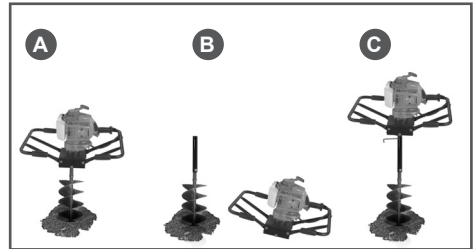

Рис. 6 Установка удлинителя
1. Пробурите скважины в земле глубиной 30-50 см (Рис. 6А). Остановите двигатель.
4. Вставьте удлинитель в вал шнека, совместите отверстия, затем установите крепеж. Надежно затяните (Рис. 6В).
5. Установите двигатель на вал удлинителя и закрепите его крепежом, снятым в п.3. Надежно затяните (Рис. 6С).